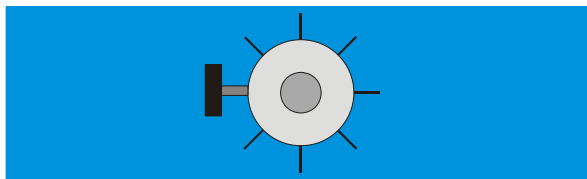

Fig. 4 Supporto del pendolo di torsione con graduazione osservato da sopra
- Girando il supporto per la sospensione superiore, spostare l'asta sospesa di piccoli angoli fino a quando l'asta sospesa va a urtare contro le lastre di vetro. Come ausilio per questa operazione, sull'alloggiamento attorno al supporto è riportata una scala con graduazione 45° (vedere Fig. 4).